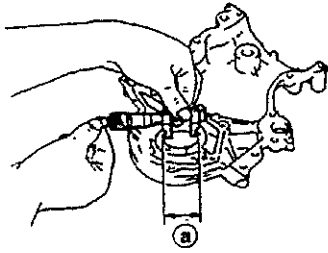

Bild 83 Mätning av innerdiameter
Husets inre diameter till kugghulets krage (5) = (a) - (b) 0,45 - 0,11 mm (a och b på bild 83 och 84).